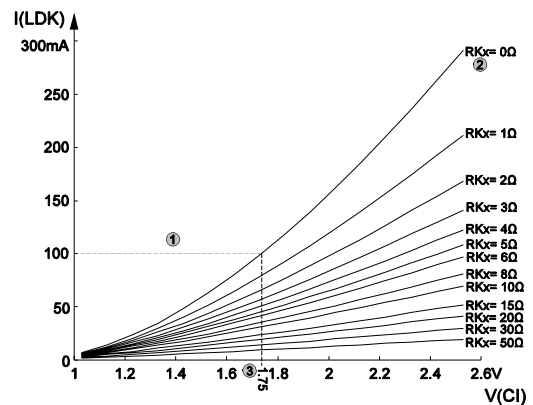
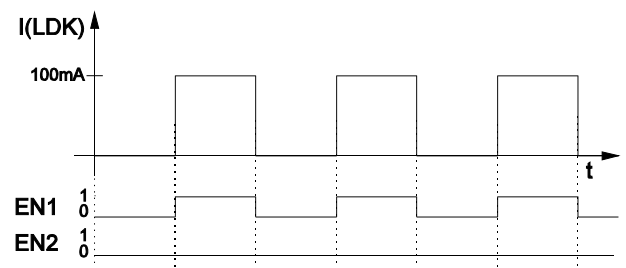

Bild 1: Bestimmung  $V(CI)$  für Beispiel 1 - Pulsstrom von 100 mA
Bild 2: Signalverlauf zu Beispiel 1 - Pulsstrom von 100 mA
3. aus Bild 1 (s. a. Datenblatt Bild 2 - 4) benötigte Spannung  $V(CI)$  für  $RK = 0 \Omega$  bei  $I(LDK) = 100 \text{ mA}$  ablesen: 1.75 V